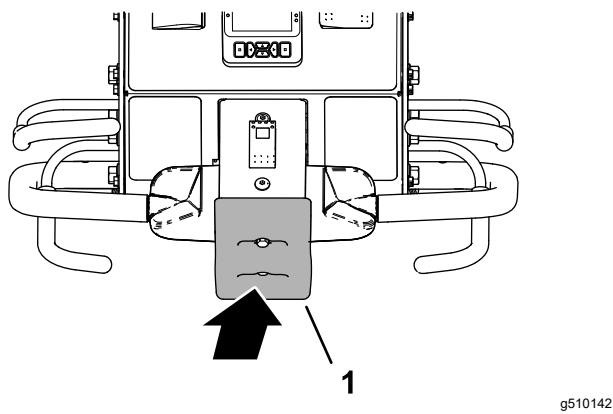

図 36
- オペレータベールと走行コントロールを保持したまま、パンプストップスイッチに触る図 36。